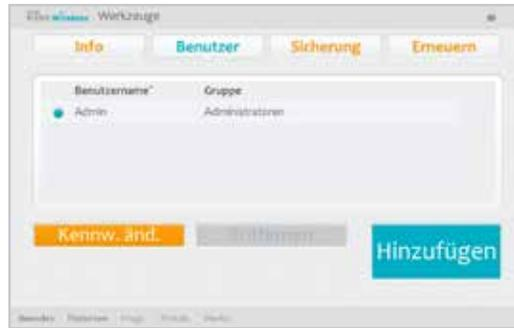

Abbildung 8-40: Fenster „Benutzerverwaltung“
1. Drücken Sie auf die Registerkarte „Benutzer“, um das Fenster „Benutzerverwaltung“ aufzurufen. Siehe Abbildung 8-40.